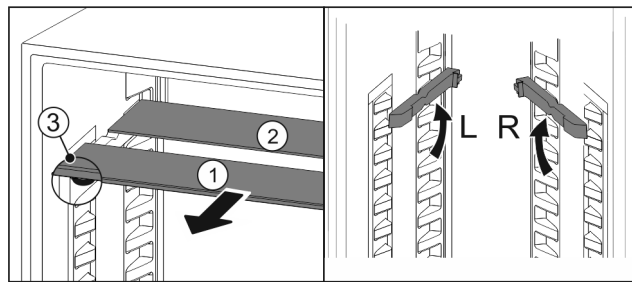

Fig. 168
- Steklene plošče posamično izvlecite Fig. 168 (1) naprej.
- Steklena plošča Fig. 168 (1) z okrasno letvijo je spredaj.
- Zaustavljalniki Fig. 168 (3) so obrnjeni navzdol.